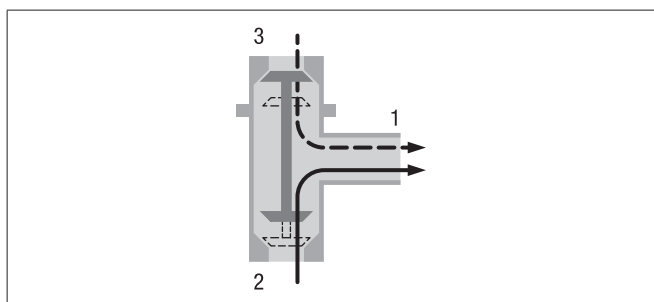

Figure 13
Intégrer le thermostat avec les raccords pos. (1), (2) et (3) au circuit de fluide réfrigérant, voir Figure 13.